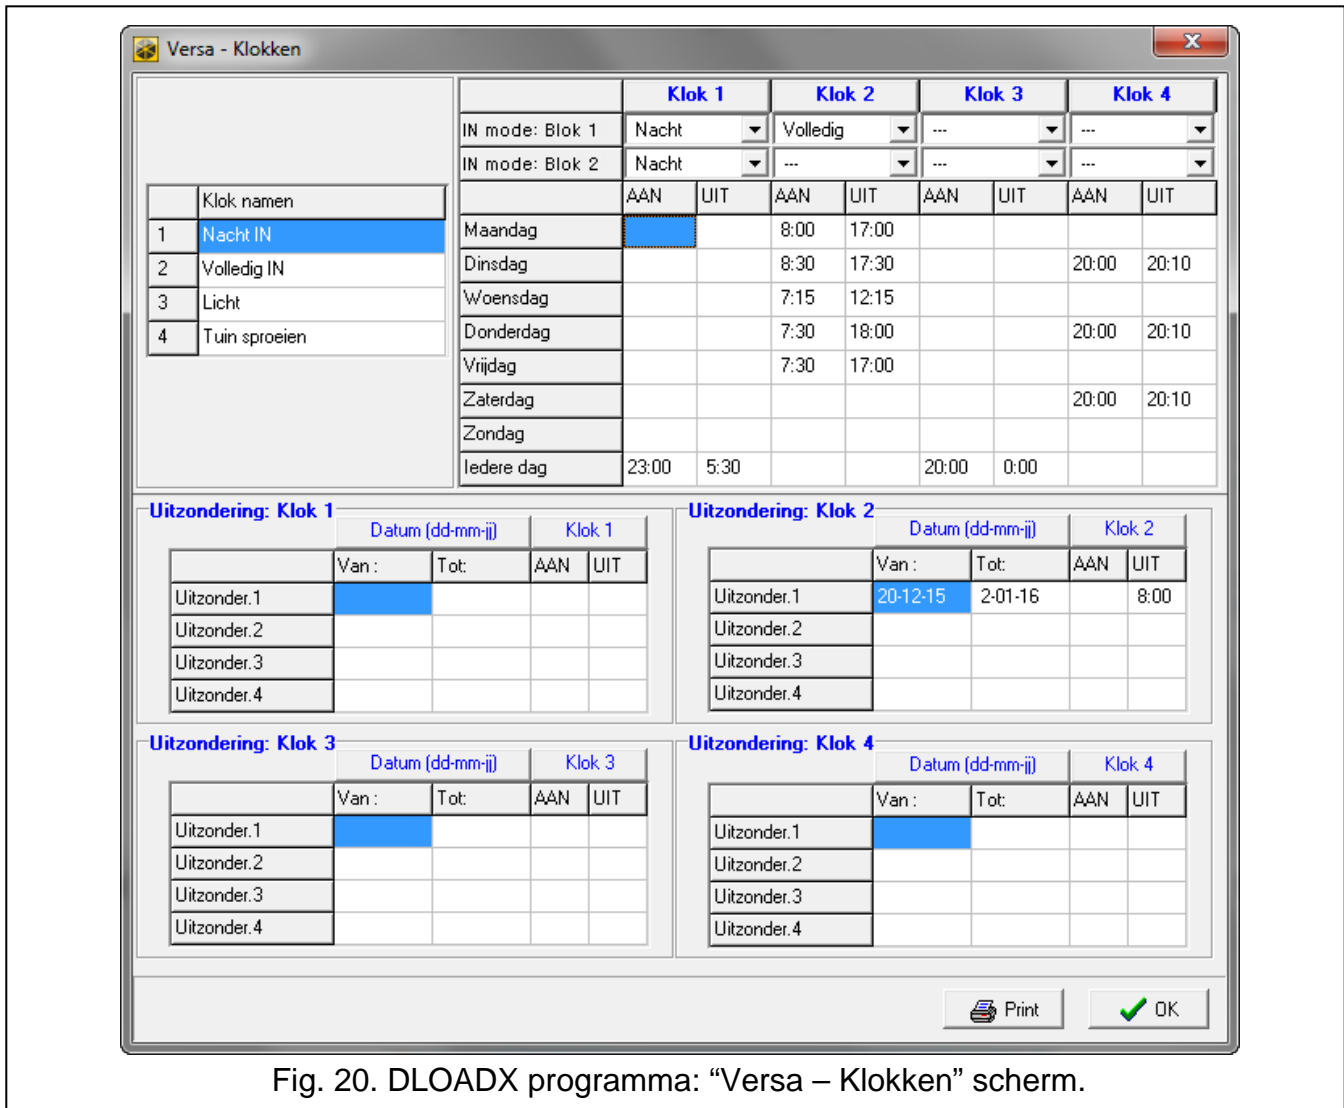

Fig. 20. DLOADX programma: "Versa – Klokken" scherm.
- DLOADX programma: "Versa – Klokken" scherm (Fig. 20).